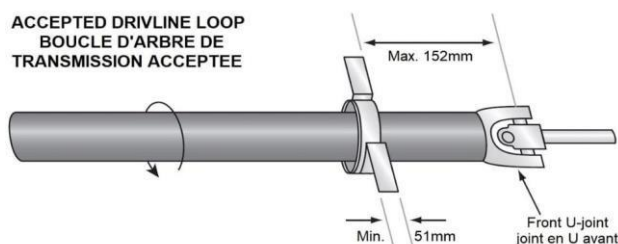

FIG 1.5
e. Pentru autovehiculele RWD si AWD care inregistreaza timpi sub 9s se recomanda asigurarea cardanului cu “driveline loop” ca in FIG 1.5.